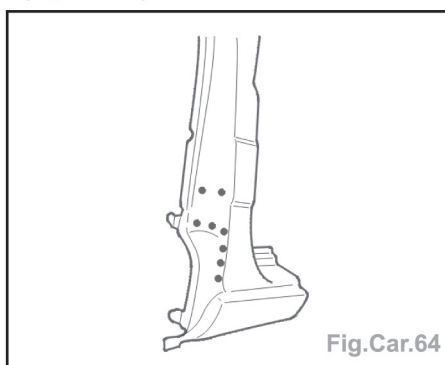

Fig.Car.64
- Souder par points électriques la fermeture avant de longeron avec le pied AV (Fig.Car.64).